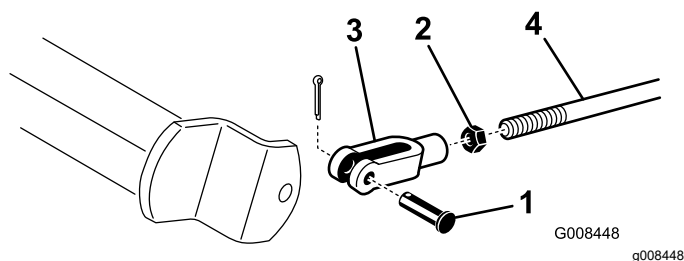

Figura 46
- A. Deconectai tijele de frână prin îndepărtarea cuielor spintecate i a tiftului cu cap i gaură (Figura 46).
- B. Slăbiți contrapiulița i reglai tiftul în mod corespunzător (Figura 46).
- C. Introduceți tiftul în arborele de frână (Figura 46).